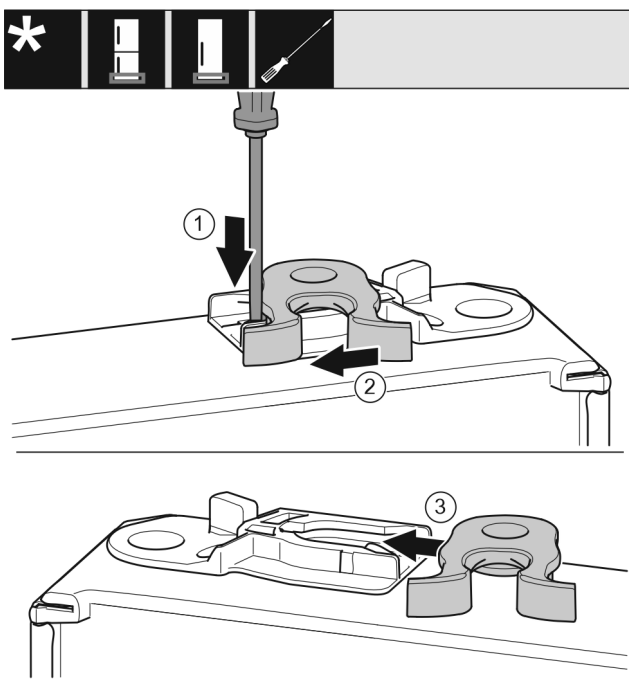

Fig. 27
- Lip met sleufschroevendraaier naar onder drukken. Fig. 27 (1)
- Sluithaak uit de geleiding trekken. Fig. 27 (2)
- Sluithaak aan de andere kant van de geleiding schuiven. Fig. 27 (3)